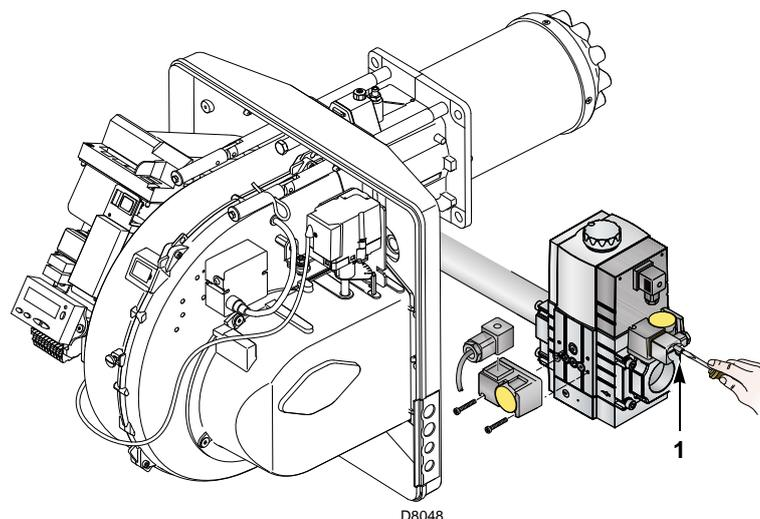

Fig. 24
- Contrôler la pression d'alimentation du gaz en raccordant un manomètre sur la prise de pression 1)(Fig. 24) du pressostat gaz minimum: elle doit être inférieure à la pression maximale admise pour la rampe gaz qui est indiquée sur la plaque des caractéristiques.
- Purger les tubes de la rampe du gaz, en raccordant un tube en plastique sur la prise de pression 1)(Fig. 24) du pressostat gaz minimum. Porter le tube de purge à l'extérieur de l'édifice jusqu'à sentir l'odeur du gaz.